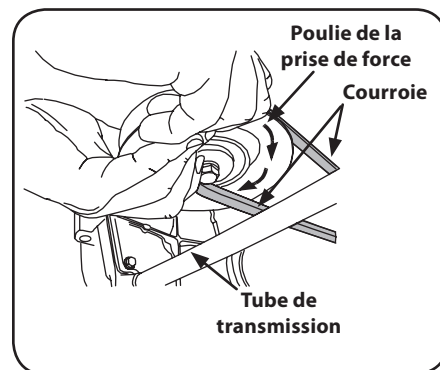

Figure 4-17
- d. Maintenez la courroie vers le bas et continuez de tourner la poulie de la prise de force jusqu'à ce que la courroie soit complètement dégagée de la poulie. Voir Figure 4-17.
11. Tirez sur le côté droit de la courroie et placez le côté plus étroit en forme de « V » de la courroie dans la poulie de la prise de force. Voir Figure 4-17.
12. Tenez la courroie et la poulie, puis faites pivoter la poulie vers la gauche. Voir Figure 4-17. Continuez à tenir et à faire pivoter la poulie et la courroie jusqu'à ce que la courroie soit complètement enroulée autour de la poulie de la prise de force.